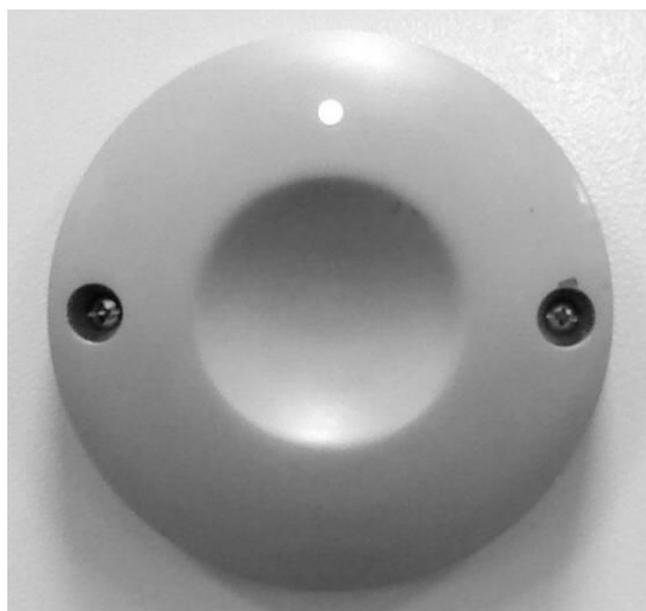
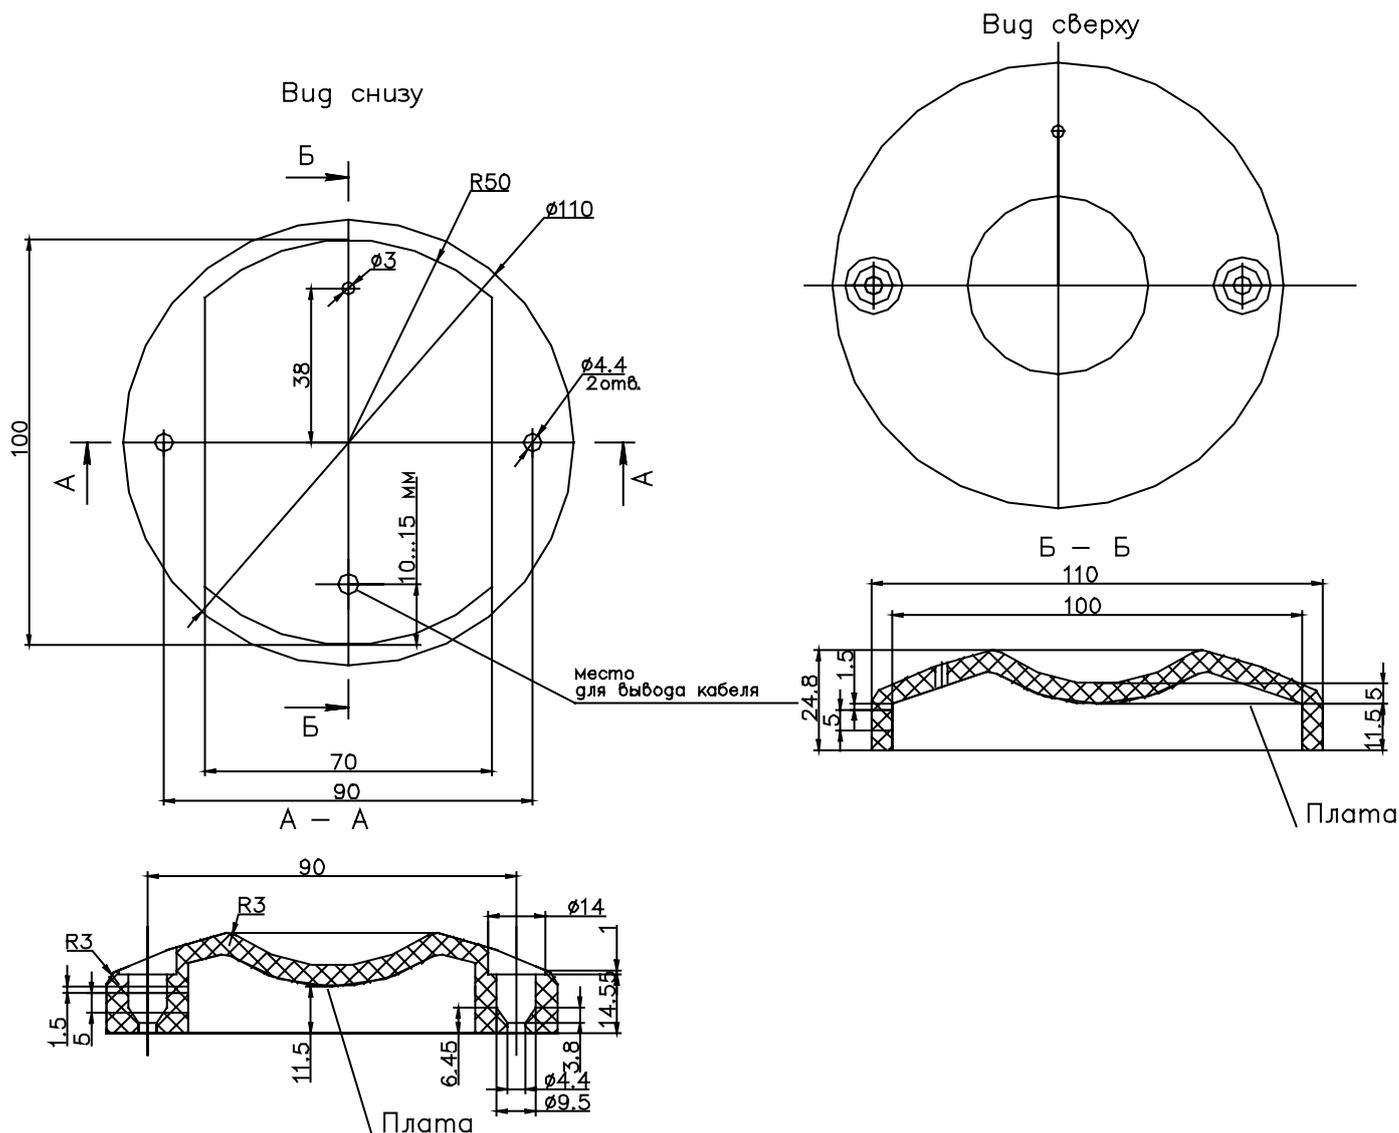

Рис. 1 Внешний вид
Рис. 3 Габаритные и установочные размеры
1.1 Устройство считывания кода УСК-02АВ (см. Рис. 1) предназначено для:
5.2 Внешний вид и габаритные размеры УСК показаны соответственно на Рис. 1, Рис. 3.